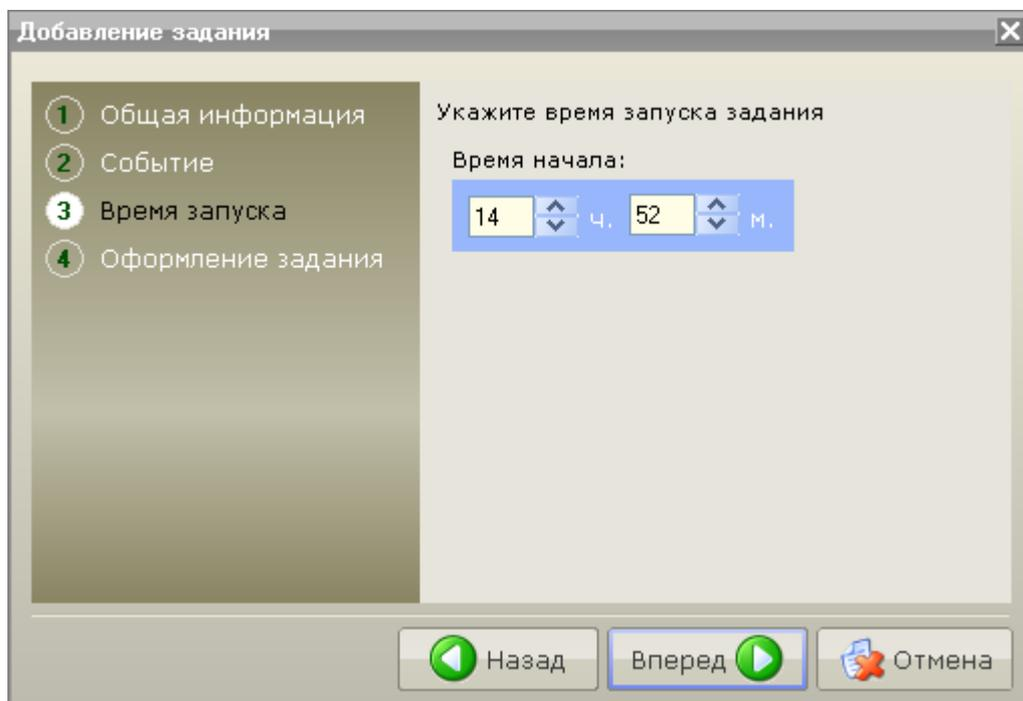

Рис. 4.15.7
- Ежедневно – задание будет выполняться ежедневно в указанное время (рис. 4.15.7):